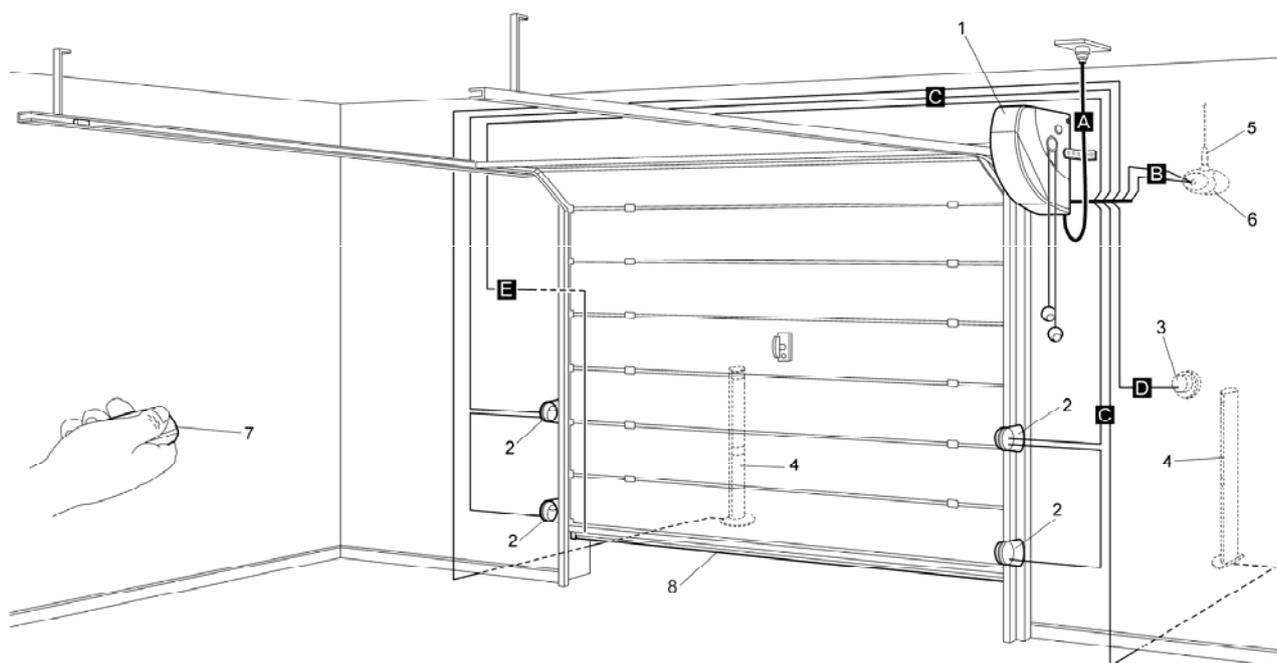

Рис. 3
4.1 СТАНДАРТНАЯ СХЕМА УСТАНОВКИ (см. Рис. 3)
Рис. 3 на рисунке изображен монтаж электродвигателя Soop. На чертеже показаны необходимые для соединения детали и кабели; они собраны по стандартной схеме.
Сборка/монтаж механических компонентов на рис.3:
Соединение электрокабелей Рис.. 3:
Рис. 3 и Таблицу 1)
После того, как были установлены все механические компоненты, начните прокладку необходимых кабелей. Рекомендованная схема размещения компонентов и прокладка кабелей изображена на рис. 3.
ТЕХНИЧЕСКИЕ ХАРАКТЕРИСТИКИ ЭЛЕКТРОКАБЕЛЕЙ (Буквы, соответствующие кабелям, указаны также на рис. 3)